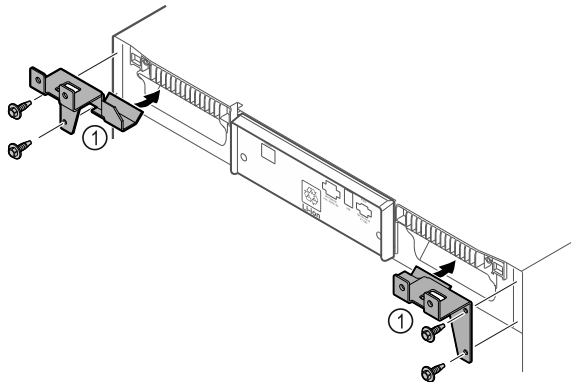

Fig. 12
- ▶ Monter les pièces de retenue Fig. 12 (1) sur l'appareil à l'aide de vis autotaraudeuses.